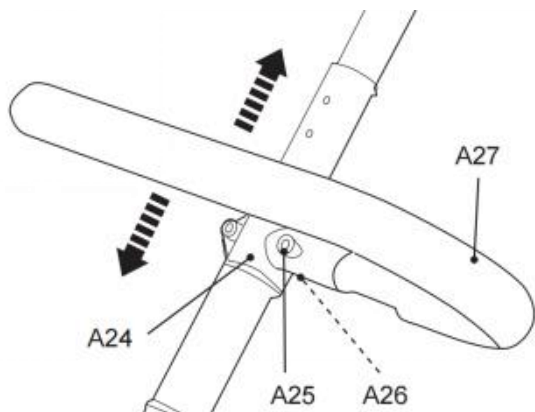

Fig. 35
2. Skjut fästet (A24) uppåt eller nedåt till ett av de tre lägena tills monteringshålen är i linje (Fig. 35).